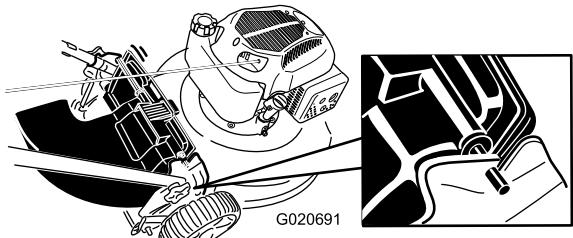

Рисунок 24
- Вставьте стержень на отражателе выброса в прорези на газонокосилке (Рисунок 24).